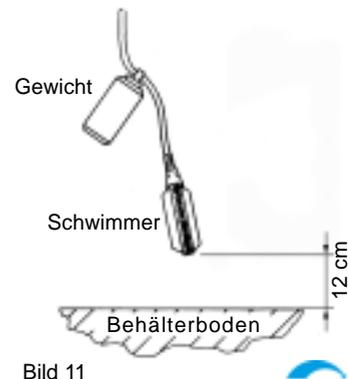

Bild 11
- Schwimmerschalter so weit hoch ziehen, bis der Abstand zwischen Schwimmer und Behälterboden 12 cm beträgt, siehe Bild 11.